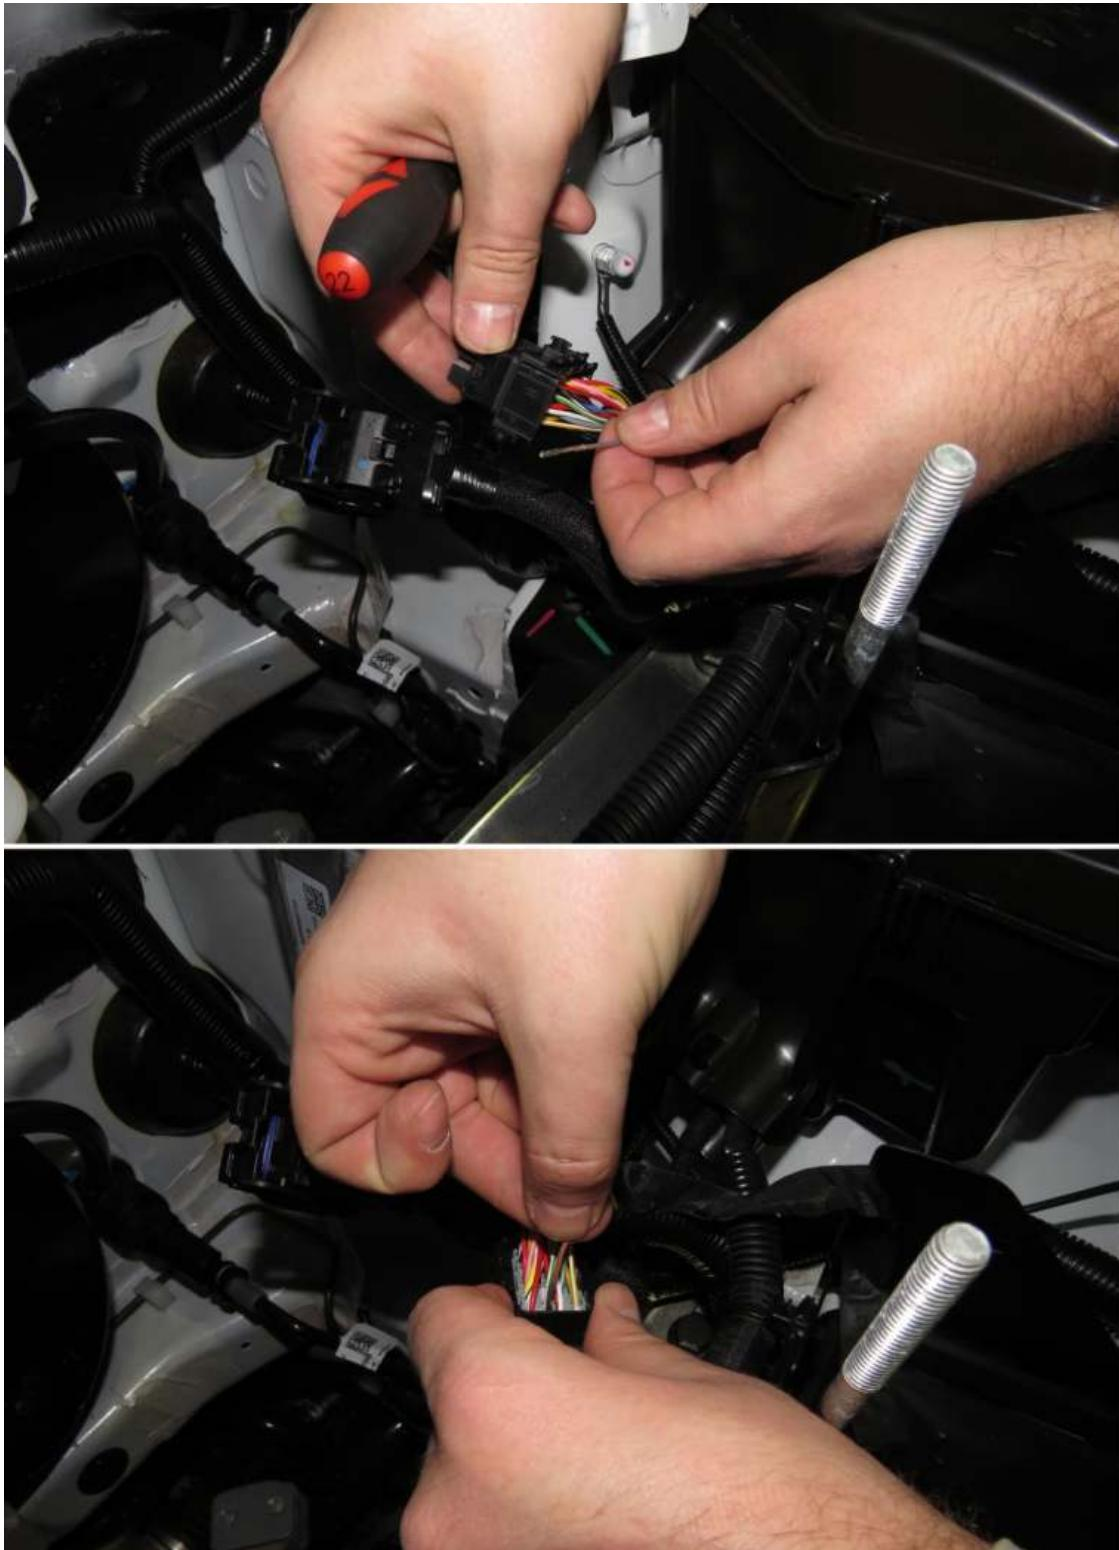

Рис.9
11. Вставить провод в ячейку A2 (рис.9).